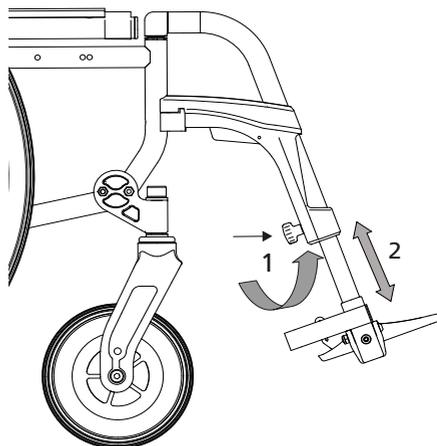

Abb.13
1. Zum Einstellen lösen Sie die Verschraubung mit einer Viertelumdrehung und ziehen Sie die Arretierung zurück. (1, Abb. 13)
2. Bringen Sie die Fußplatte in die für Sie angenehme Position und lassen Sie die Arretierung wieder los. Die Arretierung erfolgt automatisch in der nächsten Position. (2, Abb. 13)